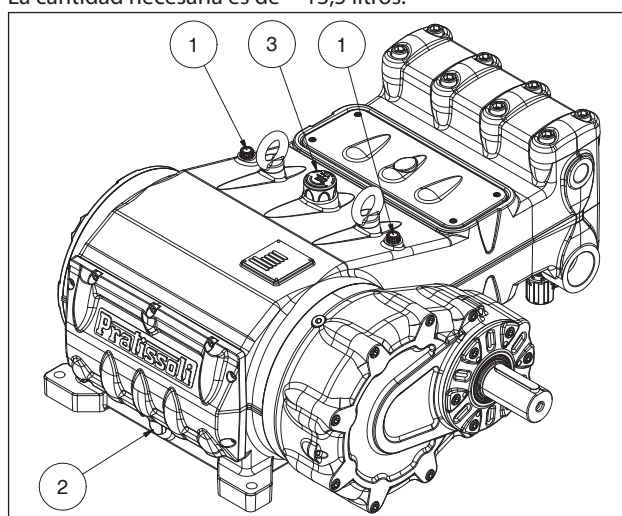

Fig. 3
Controlar el nivel de aceite utilizando las varillas de nivel con marca de mínimo y máximo ①, Fig. 3. Si es necesario, repostar a través del tapón de aceite ③, Fig. 3. Para controlar de manera correcta el nivel del aceite, la bomba debe estar a temperatura ambiente. El cambio de aceite se debe realizar con la bomba a temperatura de trabajo, quitando el tapón pos. ②, Fig. 3. El control del aceite y el cambio se han de realizar como se indica en el capítulo 11. La cantidad necesaria es de ~ 13,5 litros.